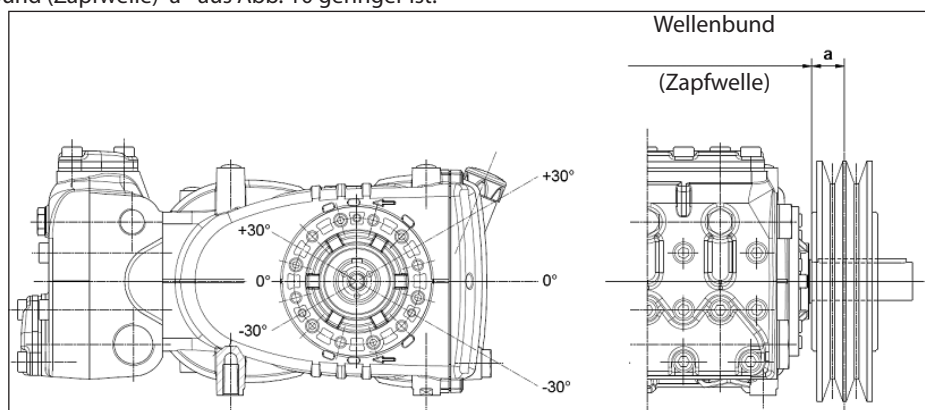

Abb. 10
Die radiale Belastung der Welle darf 3000 N (für die Definition der Anordnung erforderlicher Wert) nicht übersteigen. Der Antrieb gilt als richtig bemessen, wenn die Belastung bei einem maximalen Abstand $a=30$ mm vom Wellenbund (Zapfwelle) ausgeübt wird, siehe Abb. 10.
- b) Verwenden Sie Hochleistungsriemen - zum Beispiel **XPB** statt **SPB** - da hierbei weniger Riemen bei gleicher Leistungsübertragung benötigt werden und der Abstand zum Wellenbund (Zapfwelle) "a" aus Abb. 10 geringer ist.